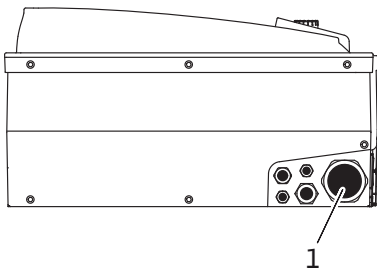

Fig. 23: Passe-câbles à vis M40
- Le câble d'alimentation électrique doit être inséré dans le passe-câbles à vis M40 (Fig. 23, pos. 1).